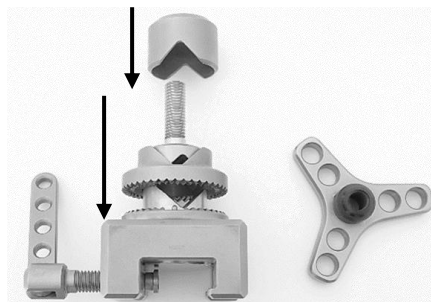

Fig. 3
Comme le montre la Figure 3, placer la partie inférieure de la mâchoire de serrage (3) sur le socle (4), puis introduire la partie supérieure de la mâchoire de serrage (2) sur le filetage du socle (4).